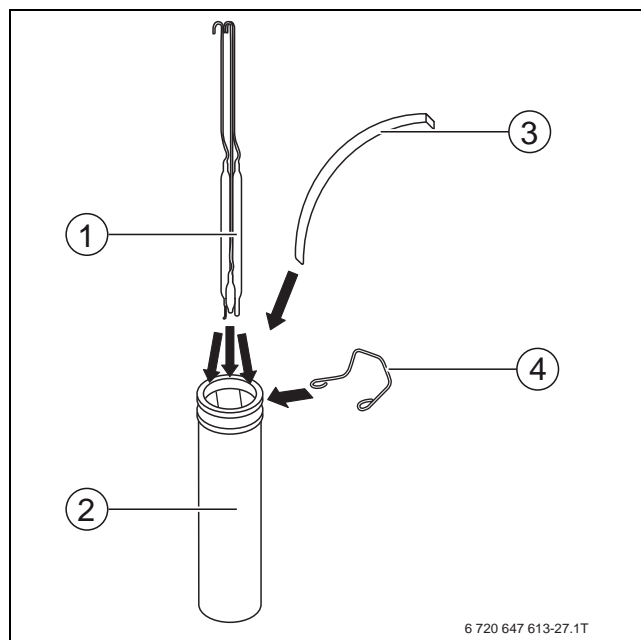

Fig. 6 Racordați senzorul de temperatură
- ▶ Împingeți senzorii de temperatură (→ Fig. 6, [1]) până la capăt în tecile de imersie (→ Fig. 6, [2]).
- ▶ Presați senzorii de temperatură pe peretele tecilor de imersie folosind un resort de compensare (→ Fig. 6, [3]).
- ▶ Fixați senzorul de temperatură pe capul tecii de imersie folosind un arc de strângere (→ Fig. 6, [4]).